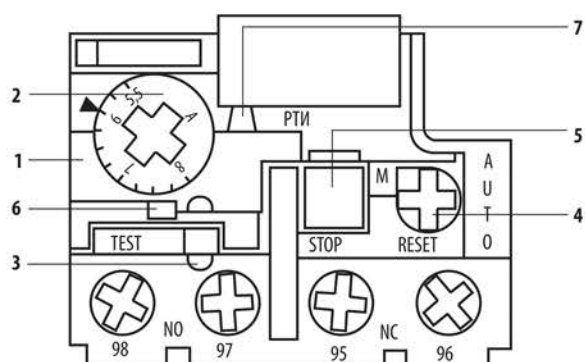

Рисунок 6. Передняя панель реле
4.4. Рукоятки управления настройкой реле расположены на передней панели (рисунок 6).